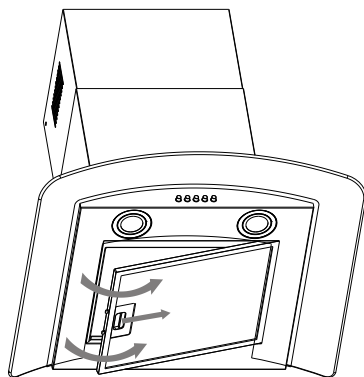

Рисунок 11
- Для отсоединения жирославливающего фильтра, следует нажать на пружинный замок. Это позволит отсоединить фильтр от поверхности вытяжки. Опустите фильтр вниз и снимите его. См. рисунок 11.